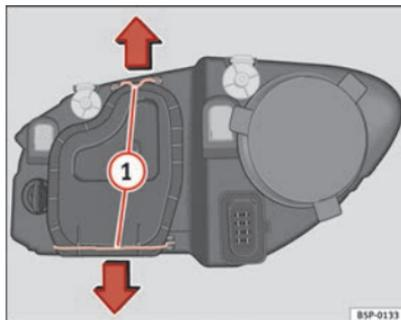

Abb. 180 Ablendlicht
- Die Streben ⇒ Abb. 180 **1** in Pfeilrichtung verschieben und den Deckel abnehmen. ▶